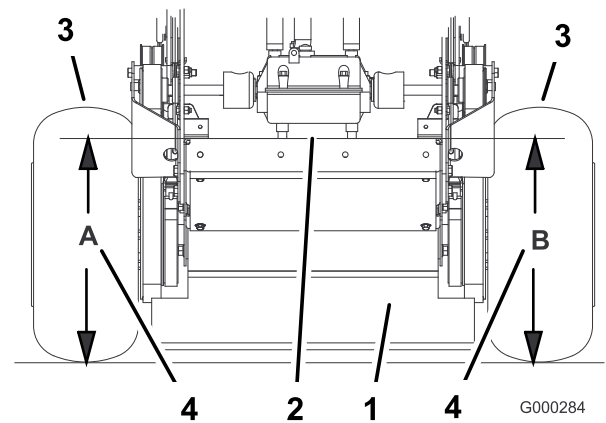

Figure 79
- Mesurez la hauteur du plancher moteur au point **A** (Figure 79).
- Mesurez la hauteur du plancher moteur au point **B** (Figure 79).